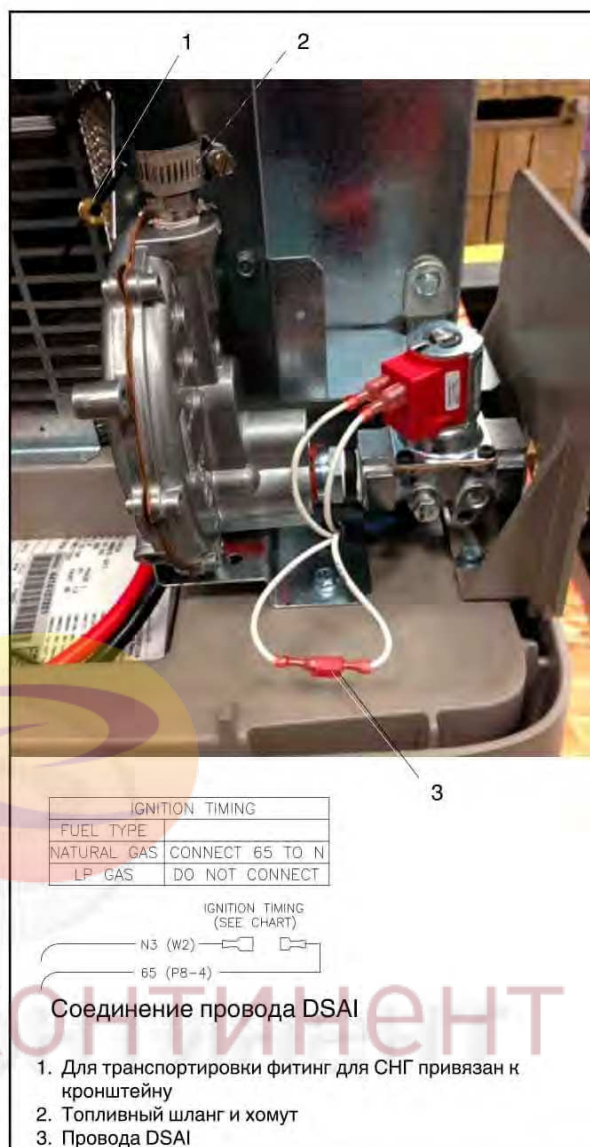

Рис. 1-11 Топливная система в состоянии поставки (RESA14 производство после 26 июня 2014 г.)
Генераторные установки RESA14 произведенные 26 июня 2014 г. и позднее, не оборудованы топливным блоком. В этих установках используются фитинги с диафрагмами, устанавливаемые на штуцер топливного регулятора, к которому присоединяется шланг. Для смены топлива см. Рис. 1-11 и воспользуйтесь инструкциями этого раздела.
При поставке установка обычно настроена на природный газ, а фитинг для СНГ привязан возле соленоидного клапана. Для перехода на СНГ снимите фитинг ПГ и установите фитинг СНГ, как описано ниже. Расположение компонентов топливной системы см. Рис. 1-11.
5. Снимите хомут шланга и топливный шланг с штуцера топливного блока. См. Рис. 1-11.
9. Для СНГ разъедините провода 65 и N3 цифровой системы опережения зажигания (DSAИ). Провода DSAИ находятся возле соленоидного топливного клапана. См. Рис. 1-11.